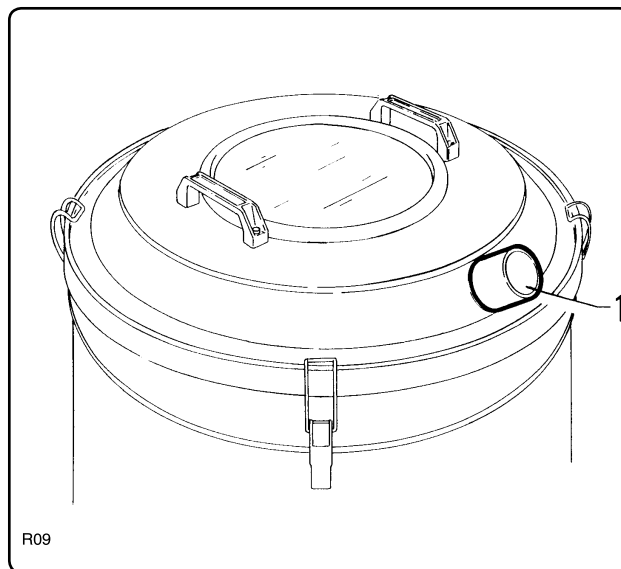

Рис. 5.3.1
5.3 - Проверка электрического соединения (рис. 5.3.1)